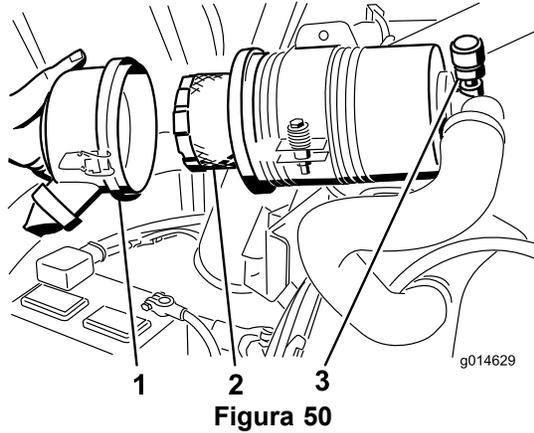

Figura 50
3. Togliete il filtro e sostituitelo (Figura 50).